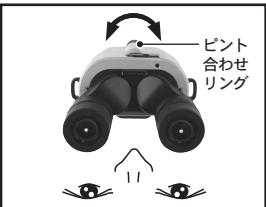

図11
- 目標物を変えて見るときは、「ピント合わせセリング」のみを回して、ピントを合わせます。(図11)